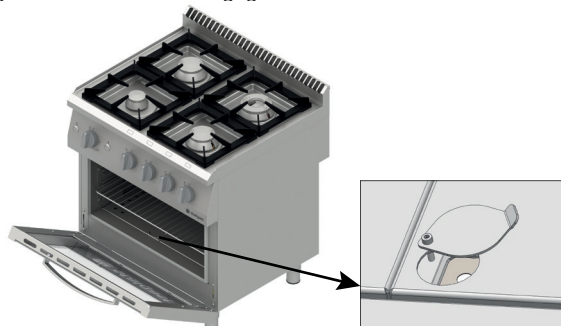

Bild 17. Manuelle Zündung des Pilotbrenners des Backofens.
- Wenn aus irgendwelchen Gründen der Pilotbrenner nicht mit Hilfe des Zündapparates angezündet werden kann, kann man die Pilotflamme mit Hilfe eines Feuerzeugs anzünden. Nach dem Wegschieben der Blende (Bild 17, Pos.1), das Feuerzeug in die Öffnung (Bild 17, Pos.2) etwa 8 cm tief hineinschieben und den Knopf zur Auslösung des Zündfunken drücken.